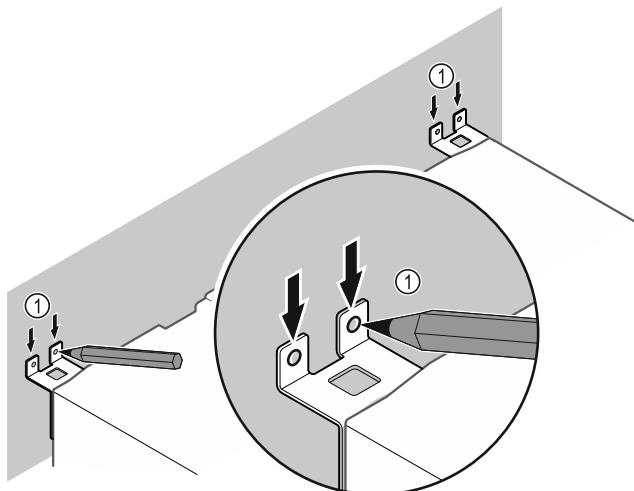

Fig. 10
- Urobte na stene značky Fig. 10 (1).